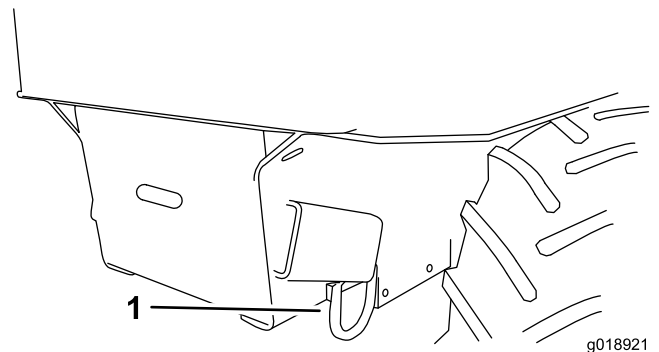

Figura 15
8. Amarre la máquina al remolque usando los puntos de amarre delanteros (Figura 15).